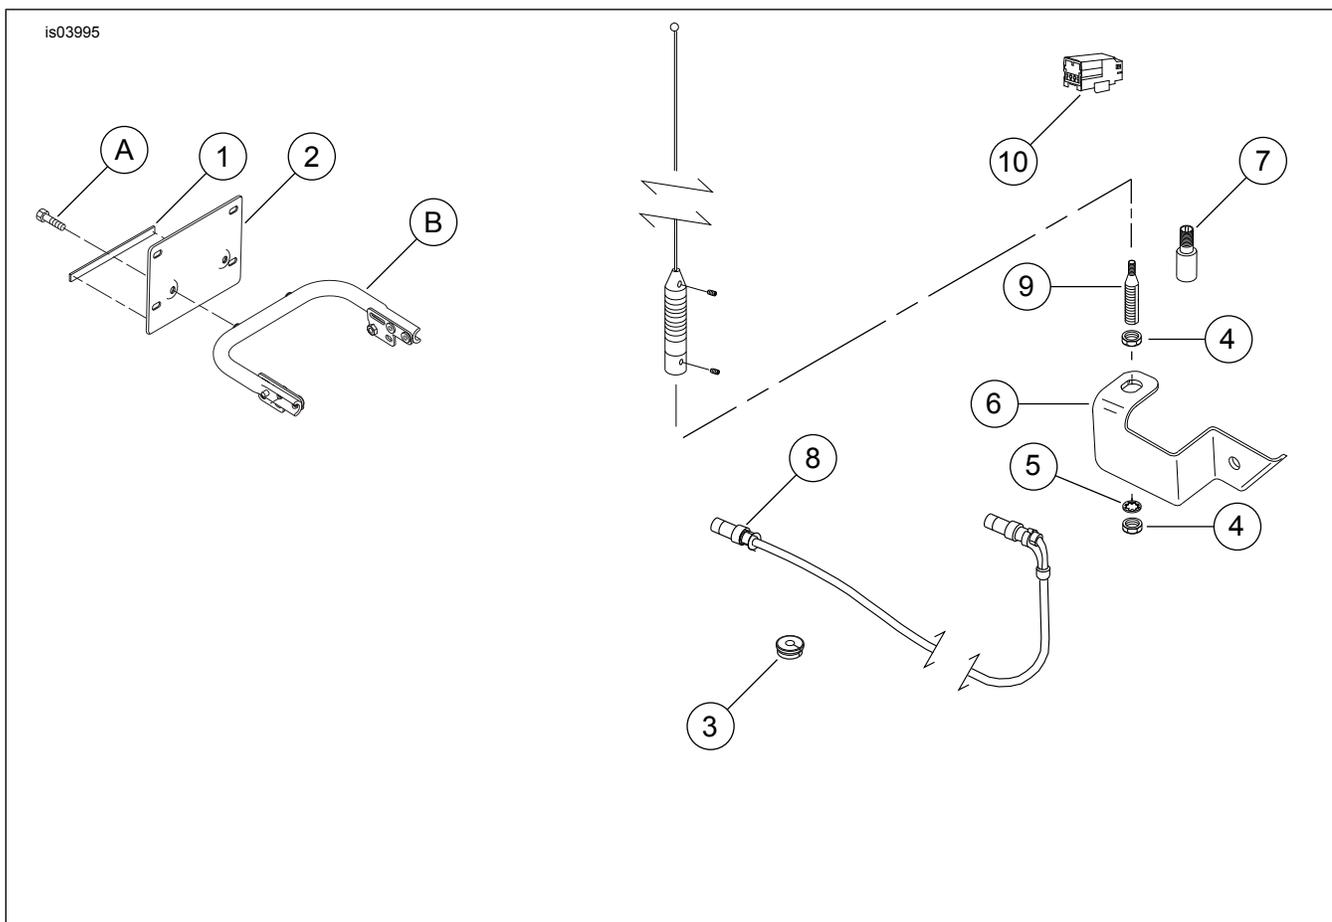

Figura 6. Kit de Tour-Pak H-D Detachables Electra Glide Classic
Vea la Figura 6 y la Tabla 1.
1. Vea la Figura 6. Arme el conjunto de la articulación (9) en la pieza de soporte de montaje de la antena (6) usando la arandela de seguridad (5) y las 2 tuercas hexagonales (4). Apriete firmemente los elementos de sujeción.
6. Vea la Figura 6. Tape el conector de cableado que no se usa con la caja del conector (10).
13. Vea la Figura 6. Instale la arandela aislante (3) en el agujero del Tour-Pak.
3. Quite el adaptador de la antena (4) y guárdelo para usarlo cuando se vuelva a instalar el Tour-Pak.
6. Instale el mástil de antena en el conjunto de la articulación del soporte de la antena (artículo 9 en la Figura 6). Asegure con un tornillo de fijación.